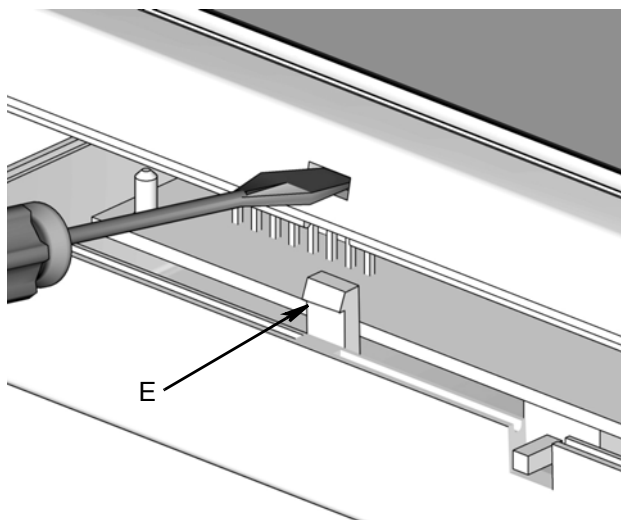

Рис. 11
1. Чтобы снять крышку приемопередатчика, нажмите плоской отверткой на защелки (Е) с каждой стороны крышки (см. Рис. 11).